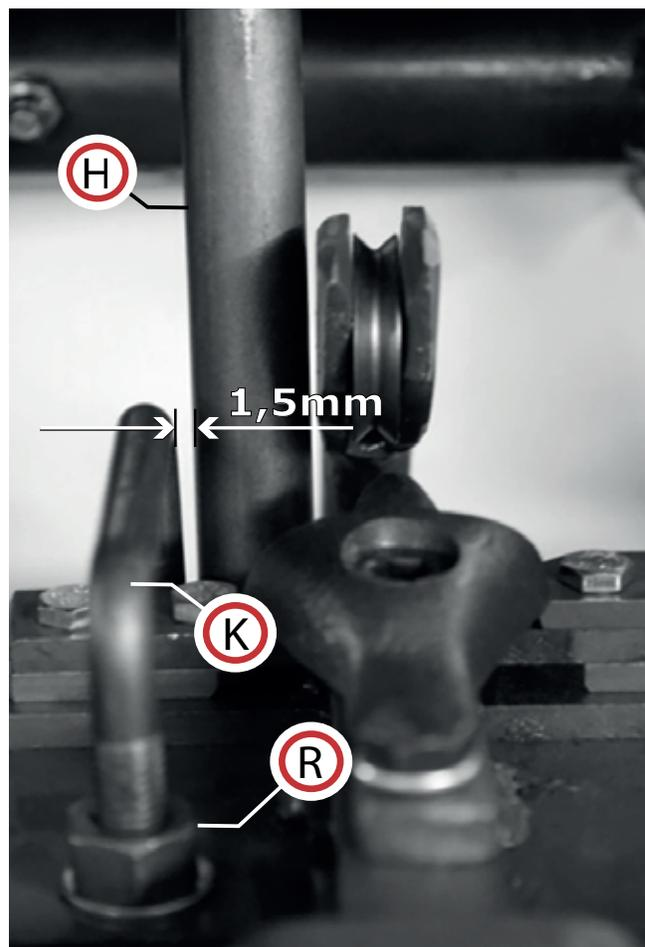
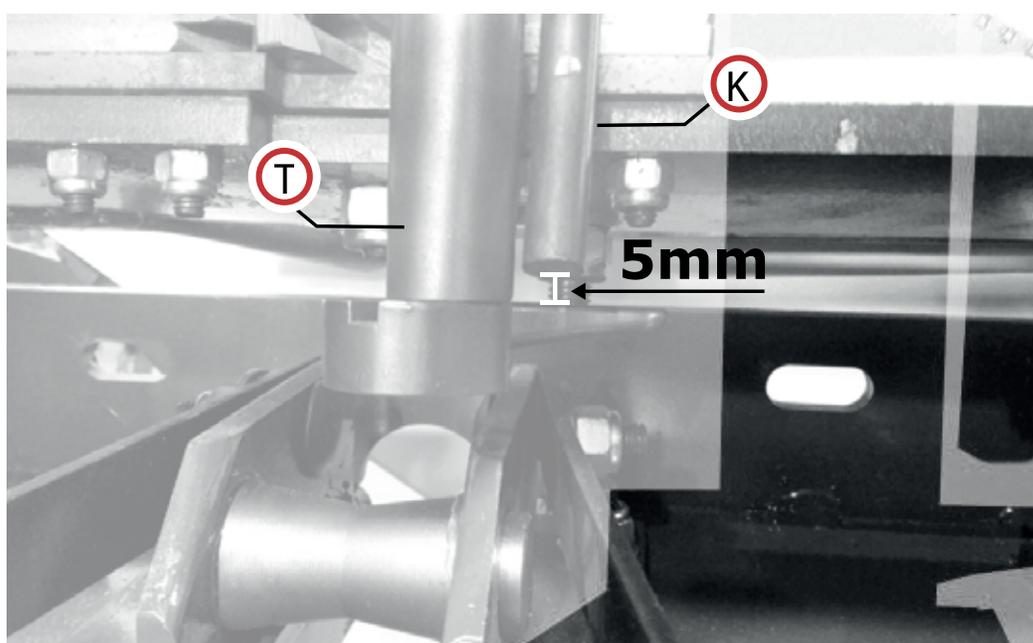

Fig.30
Fig.31
La varilla del anudador (K) (Fig. 30) está correctamente ajustada cuando está a 1,5 mm del eje (H) y su extremo está a 5 mm del torcedor (Fig. 31).